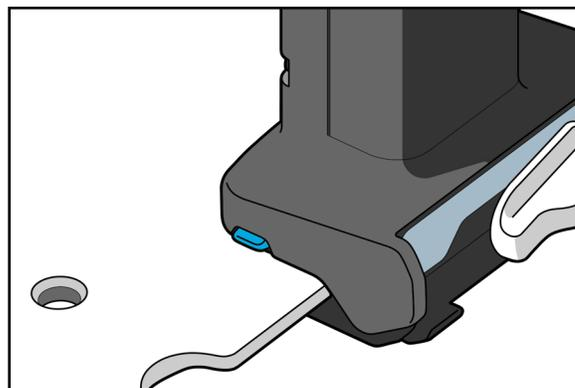

Рис. 10
**! ПРИМЕЧАНИЕ !** Синий индикатор на зажиме указывает положение на устройстве. (Рис. 10)